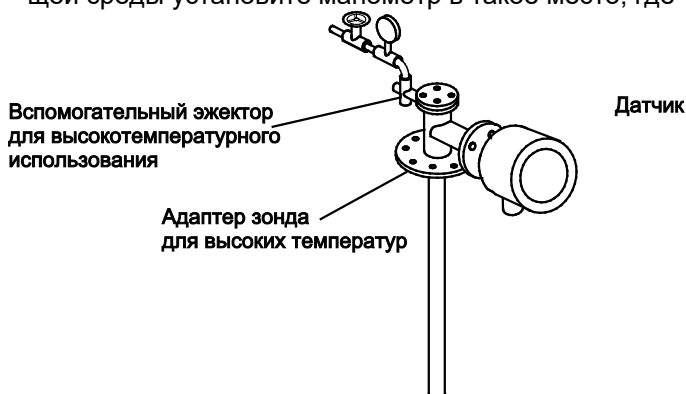

Рисунок 4.3 Монтаж дополнительного эжектора
- При использовании датчика для высоких температур, когда измеряемый газ находится под отрицательным давлением, подсоедините дополнительный эжектор к выпускному отверстию измеряемого газа на адаптере зонда для высоких температур (Смотрите Раздел 4.1.4, Рисунок 4.3 «Монтаж дополнительного эжектора»).